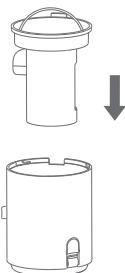
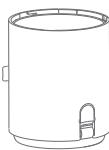

Рис. 12.1
Рис. 12.2
- Установите собранный циклонный фильтр в пылесборник в направлении, показанном на рис. 12.1. Он должен выглядеть, как показано на рис. 12.2.